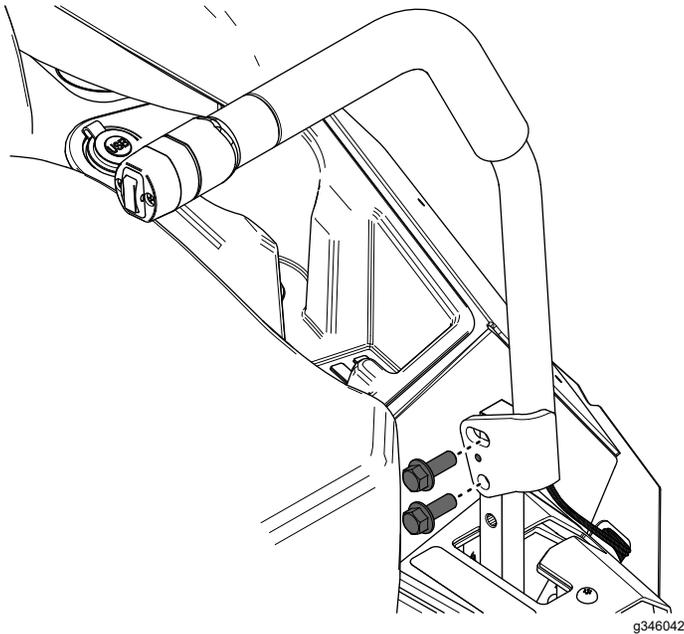

図7
1. 図7のように、先ほど外したフランジヘッドボルト $\frac{3}{8}$ x 1"2本を使用して、新しい左側走行コントロールレバーを取り付ける。